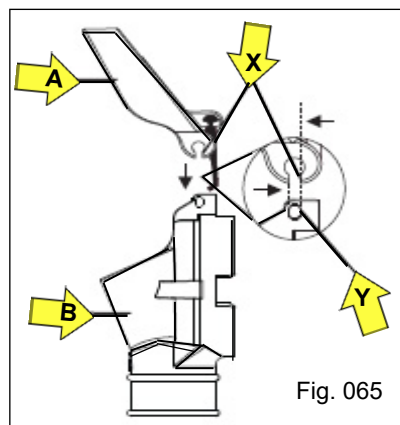

Fig. 065
- Incline a tampa do bocal "A" de forma que a mesma fique alinhada com a face plana do canal oblongo "X", direcionando ao encaixe "Y" do pino do bocal (Fig. 065);